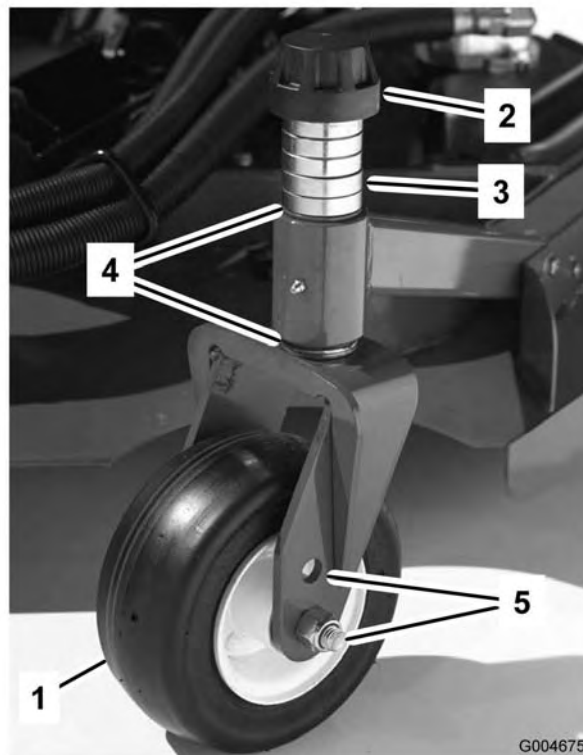
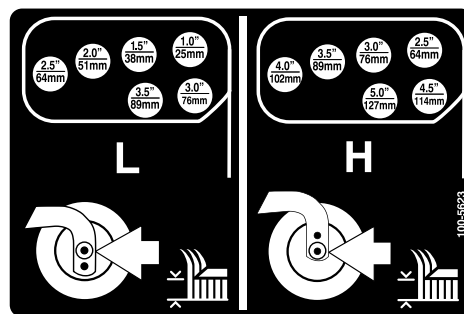
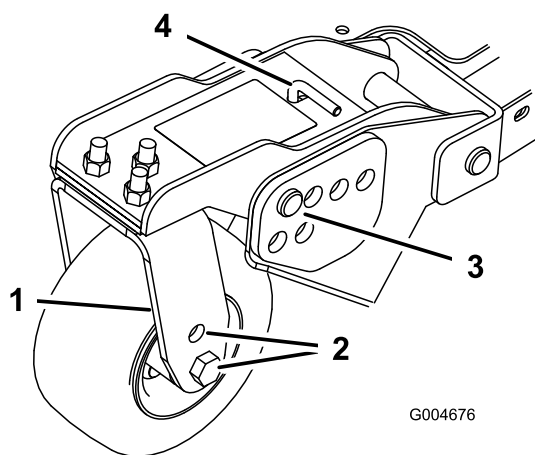

Figura 18
Figura 21
Figura 20
1. Coloque los ejes de las ruedas giratorias en el mismo taladro en todas las horquillas (Figura 18 y Figura 20). Consulte en la tabla siguiente el taladro correcto para cada altura.
2. Retire el casquillo tensor del eje (Figura 18) y deslice el eje fuera del brazo de la rueda
4. Retire el pasador de horquilla y las chavetas de los brazos de pivote de las ruedas giratorias (Figura 20).
5. Gire la varilla tensora para elevar o bajar el brazo de pivote hasta que los taladros estén alineados con los taladros seleccionados del soporte de ajuste de la altura de corte en el bastidor de la unidad de corte (Figura 20 y Figura 21).